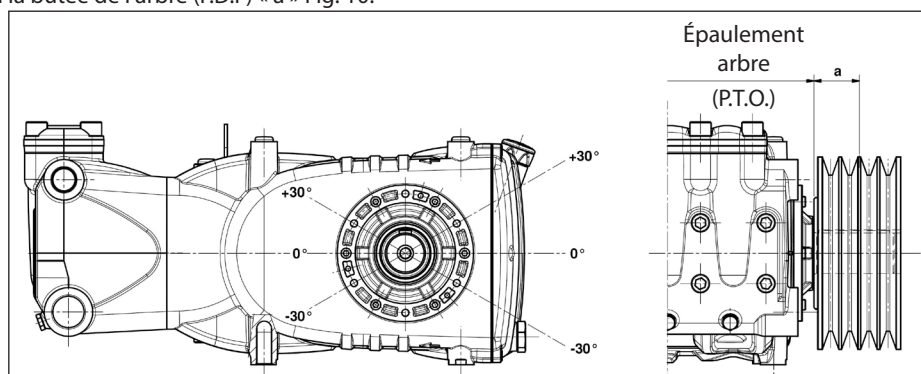

Fig. 10
La transmission est considérée appropriée si cette charge est appliquée à une distance maximum **a=40 mm** de l'épaulement de l'arbre (P.D.F) comme indiqué Fig. 10.
- b) Utiliser des courroies à haut rendement - par exemple **XPB** au lieu de **SPB** - car il sera nécessaire d'avoir une quantité inférieure de courroies égales à la puissance transmise et par conséquent une distance inférieure de la résultante par rapport à la butée de l'arbre (P.D.F) « a » Fig. 10.